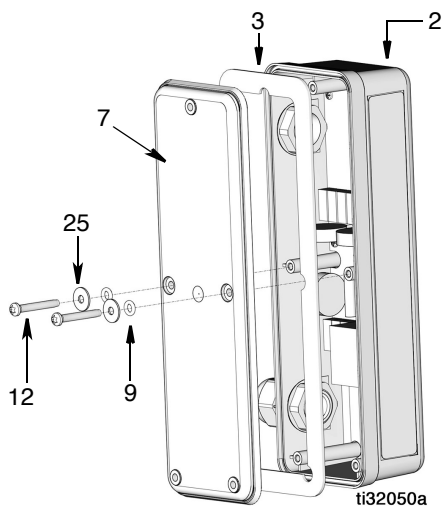

图 11
16. 拧紧电线夹 (19)。
18. 在 PAC 盖板 (7) 中安装密封件 (3) (图 11)。
19. 在 PAC 外壳 (2) 上安装盖板。验证盖板和外壳中的所有螺丝孔是否已正确对齐 (图 11)。
20. 安装两个 O 形圈 (9)、垫圈 (25) 和螺丝 (12) 将盖板固定到 PAC 外壳 (2) (图 11)。